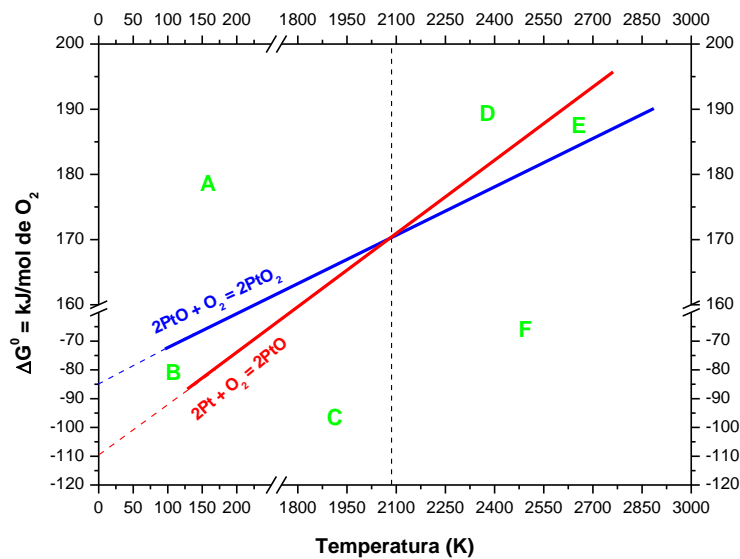
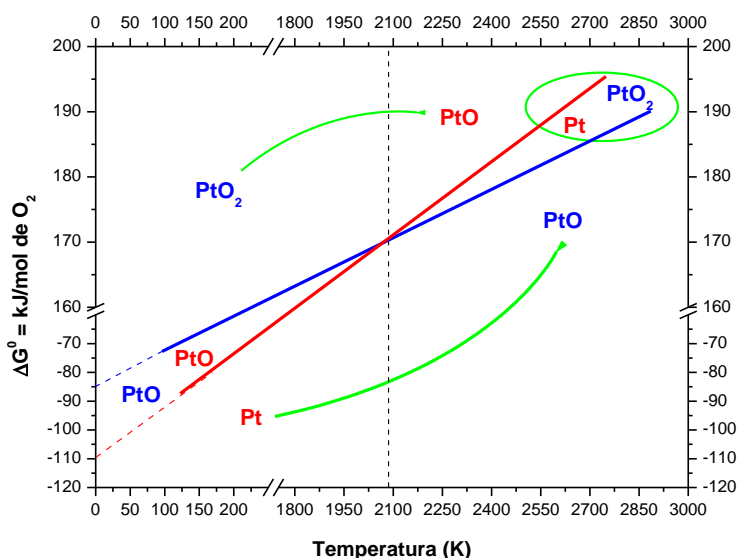

Figura 6. Construção do diagrama de Ellingham para os diferentes óxidos de platina.
Figura 7. Construção do diagrama de Ellingham para o óxido de platina destacando a presença de conflitos.
Sendo assim, devemos traçar duas retas com inclinação positiva com coeficientes lineares de -109.070 (reta I) e - 84.908 (reta II) que se cruzam na temperatura de 2083K (Figura 6). Observe que o valor de $\Delta G^0(2083K) = 171.292,5$ J/mol de O_2 .
O diagrama de Ellingham da Figura 6 foi dividido em 6 áreas, são elas: (A), (B) e (C) abaixo da temperatura que as retas se cruzam e (D), (E) e (F) acima da temperatura em que as retas se cruzam. A Figura 7 mostra o mesmo diagrama com a identificação da área de estabilidade para cada um dos óxidos, observe que nas áreas (A), (B) e (C) não existe conflito entre as espécies estáveis e, conseqüentemente, a construção do diagrama é feita da mesma forma que para um diagrama “bem comportado”. Por outro lado, muitos conflitos surgem quando a temperatura é maior que 2083K, como exemplo podemos citar que na área (E) uma reta indica que a espécie estável é o PtO_2 (reta azul) e a outra